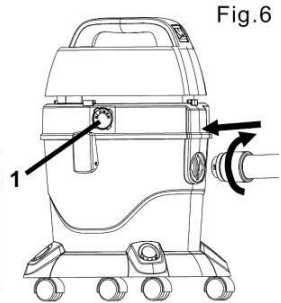

Fig.6
**Etape 6 :** Insérez l'embout d'insertion du tuyau dans la cuve (pour la fonction aspirateur) ou dans l'emplacement « blower » (souffler) (1) du corps principal (pour la fonction souffleur). Faites-le tourner doucement vers la droite pour attacher le tuyau et assurez-vous qu'ils soit bien imbriqués (Fig. 6).